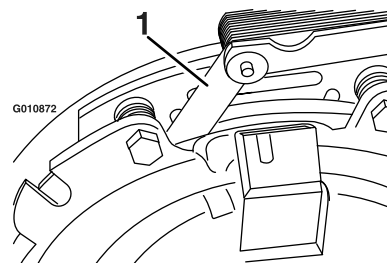
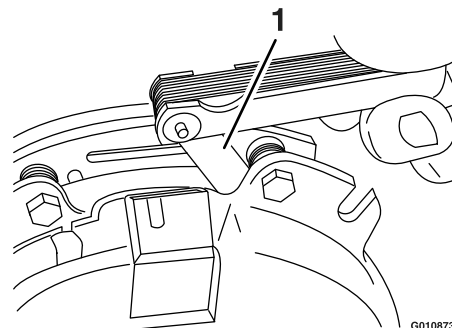

Figura 73
Figura 74
- E. Servendovi di uno spessimetro con spessore nominale di 0,25 mm, verificate la presenza di un traferro tra il rotore e l'indotto, a entrambi i lati del giunto del freno, come illustrato nella Figura 73 e nella Figura 74.